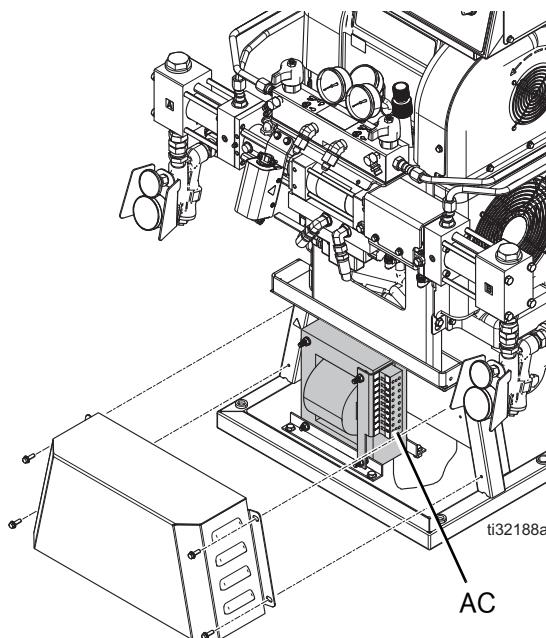

图 13: 软管变压器盖
2. 拆下变压器盖。参见图 13 所示。
4. 重新安装变压器盖。参见图 13 所示。